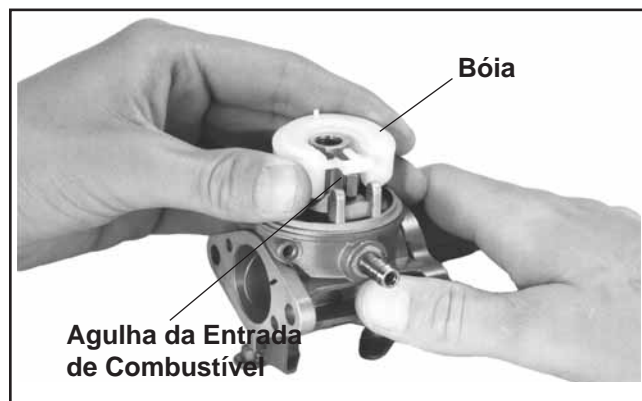

Figura 5-14. Instalar a Bóia e a Agulha de Entrada de Combustível.
3. Encaixe a agulha de entrada de combustível na bóia. Desça a agulha/bóia até ao corpo do carburador. Consulte a Figura 5-14.